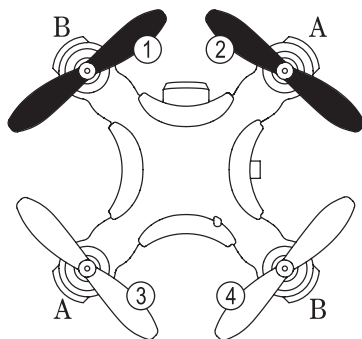

Figura 18
I rotori anteriori (figura 18, pos. 1 e 2) sono di colore nero. Il rotore 1 ruota in senso orario, il rotore 2 in senso antiorario.
I rotori posteriori (figura 18, pos. 3 e 4) sono di colore bianco. Il rotore 3 ruota in senso antiorario, il rotore 4 in senso orario.